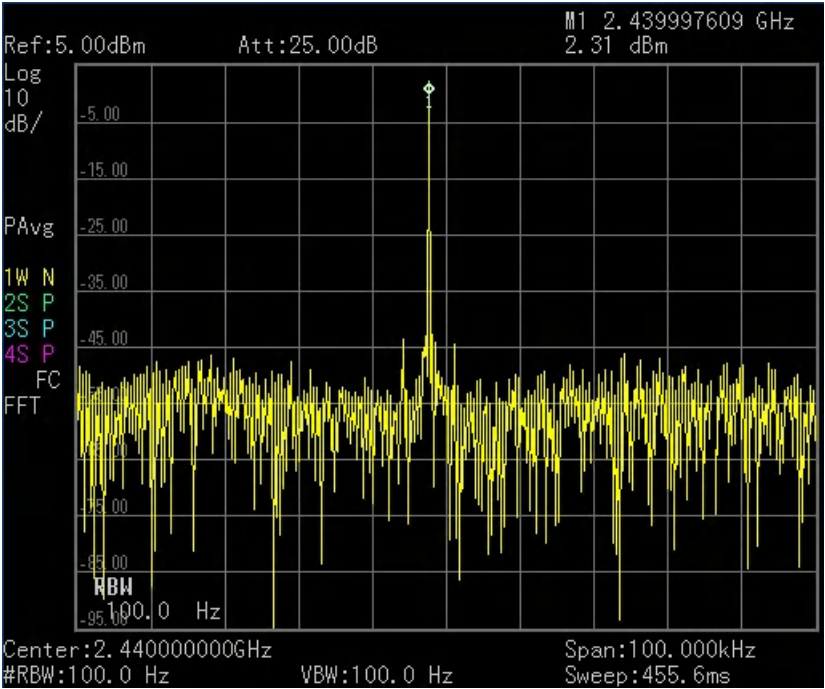

图 7-16. 传输中心频率偏移测试的频谱分析仪输出
- 第 4 步：在频谱分析仪上测量的实际频率。实际频率和中心频率之间的差值就是频率偏移。（请参考图 7-16，查看频谱分析仪上的结果示例，RBW 和 VBW 越低，频率测量越精确）